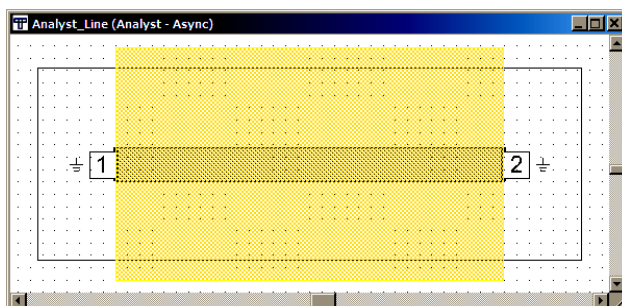

Рис. 27
3. Снова нажмите клавишу **Tab** и в новом открывшемся окне **Enter Coordinates** в поле **dx** введите **800**, в поле **dy** введите **470**, нажмите **OK** (рис. 26). Топология будет выглядеть, как показано на рис.27. Новая форма будет автоматически выделена.